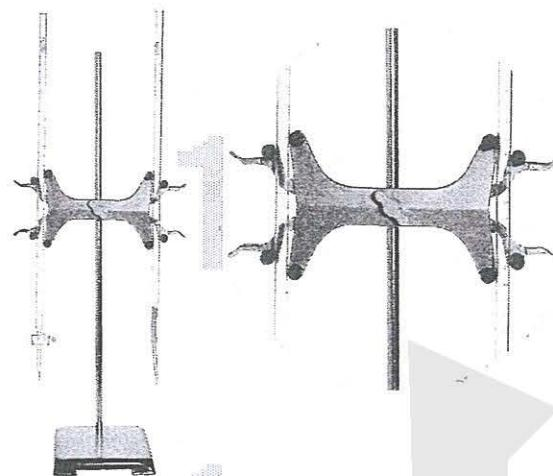

图 3-18 固定滴定管
(1) 检查仪器：在使用滴定管前，首先要检查活塞是否漏水，在确保不漏水后方可使用。
(2) 润洗仪器：在加入酸、碱之前，洁净的酸式滴定管和碱式滴定管要分别用所要盛装的酸、碱润洗2~3次。方法是：从滴定管上口加入3~5 mL所要盛装的酸溶液或碱溶液，倾斜着转动滴定管，使液体润湿全部滴定管内壁。然后，一手控制活塞（轻轻转动酸式滴定管的活塞；或者轻轻挤压碱式滴定管中的玻璃球），将液体从滴定管下部放入预置的烧杯中。
(3) 加入反应液：分别将酸溶液、碱溶液加到酸式滴定管、碱式滴定管中，使液面位于滴定管刻度“0”以上2~3 mL处，并将滴定管垂直固定在滴定管夹上（如图3-18）。